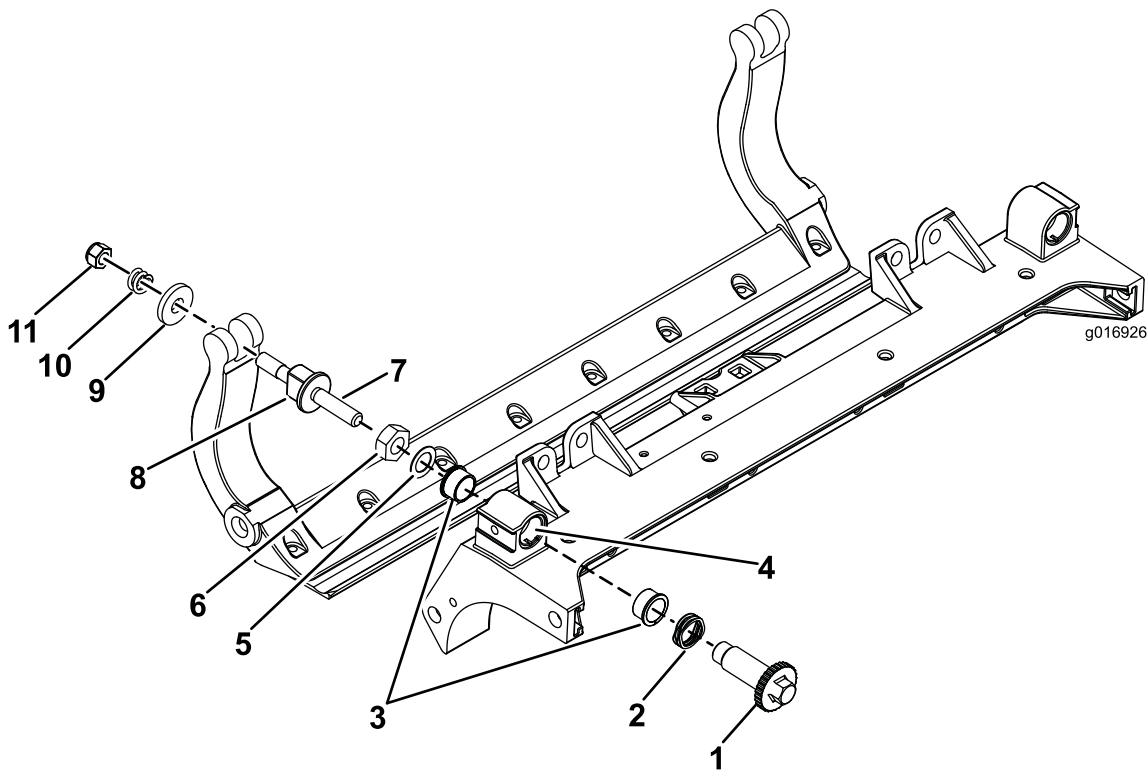

图 36
- 1. 拆除所有零件请参阅 HD DPA 套件 安装说明和 图 36。
- 2. 将防粘剂涂抹到滚刀组中心机架图 36的轴套区内侧。
- 3. 将凸缘轴套上的键与机架的槽对准然后安装轴套图 36。
- 4. 将一个波形垫圈安装到调节器轴上然后将调节器轴滑入滚刀组机架中的凸缘轴套内图 36。
- 5. 使用扁平垫圈和锁紧螺母固定调节器轴图 36。
- 12. 在两个尼龙垫圈的外侧各放一个钢垫圈图 36。
**注意** 内侧的垫圈可能有空隙图 36。
- 15. 旋紧每个底刀架调节器总成上的螺母直到加压弹簧完全压缩然后往回松开 ½ 圈图 36。